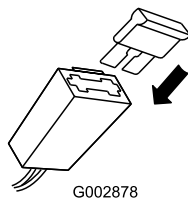

Figure 32
3. Remplacez le fusible dans le porte-fusible (Figure 32).